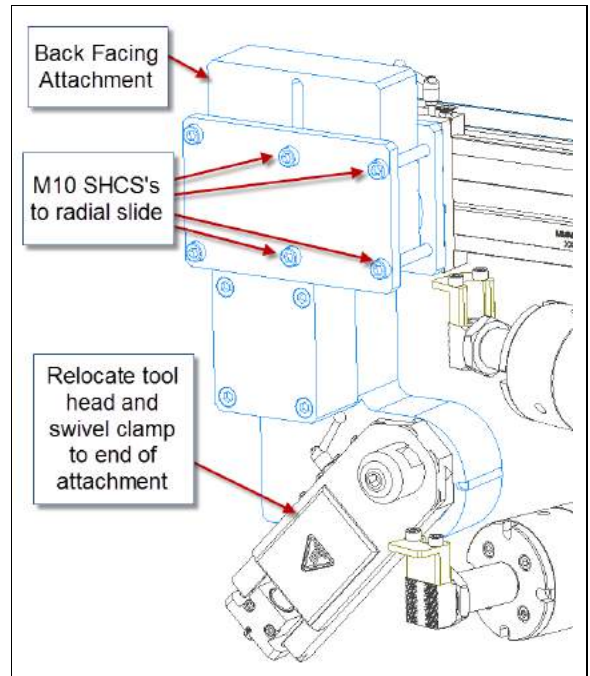

FIGURE 3-43. MONTAGE DE LA FIXATION EN FACE ARRIÈRE AU BRAS PIVOTANT
6. Réinstallez la tête d'outil sur la plaque circulaire sur le dessous de la fixation en face arrière (Figure 3-43).